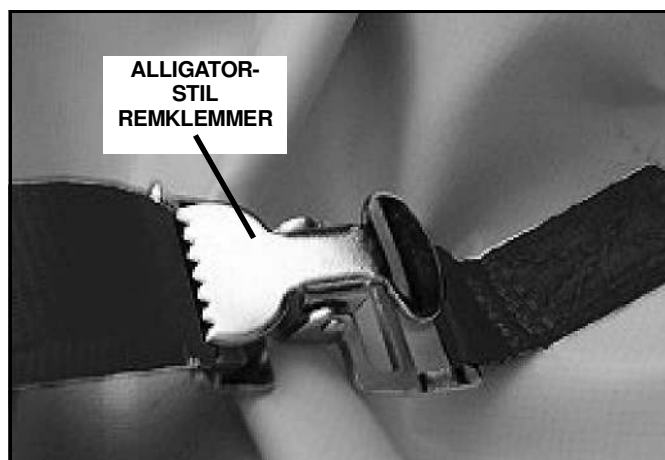

Figur 7
2. Trekk tarpen bort fra de ytre bakre hjørnene på sprederen, løft den bakre rørformede indre kanten vekk fra kanten på beholderen og rull tarpen opp mot fronten av sprederen (Vennligst se Figur 7).